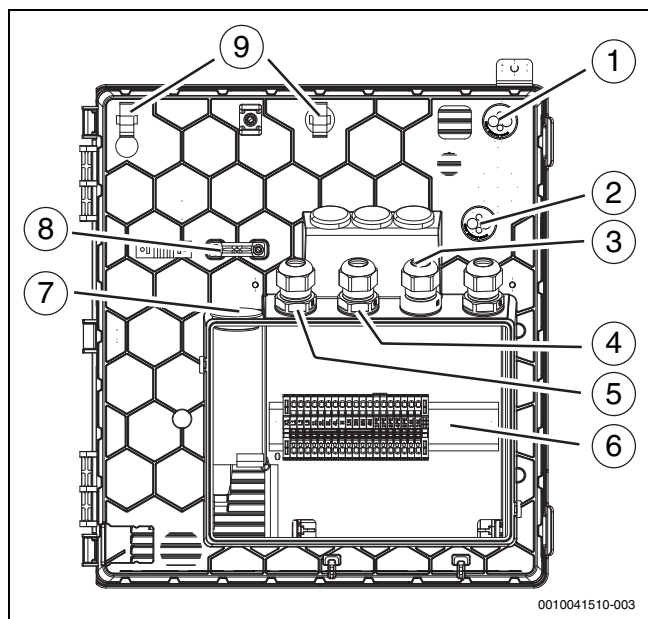

Bild 27 Kabeldurchführungen zum Klemmenkasten
Bei Kabeldurchführungen (→Abbildung 27 [1], [2], [7]) genügt ein kleiner Einstich in die Membran, dann können die Leitungen durchgeschoben werden.
- Nach dem Einföhren der Kabel die Kabelverschraubungen festziehen (→Abbildung 27 [3], [4], [5]).
- Die festgelegten Befestigungspunkte [9] für die Befestigung der durch die Einföhren geföhrteten Kabel verwenden (→Abbildung 27 [1], [2]).